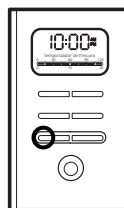

Figure 9
3. Pour activer la fonction infusion différée et programmer la cafetière afin qu'elle passe le café à une heure choisie, appuyez une fois sur le délai « Colado Program. ». Le voyant de délai COLADO PROG. s'allumera. La cafetière est maintenant réglée pour faire automatiquement le café à l'heure préréglée (Figure 9).
Pressez la touche sélection « Colado Program. » jusqu'à ce que tous les voyants lumineux s'éteignent (figure 9).